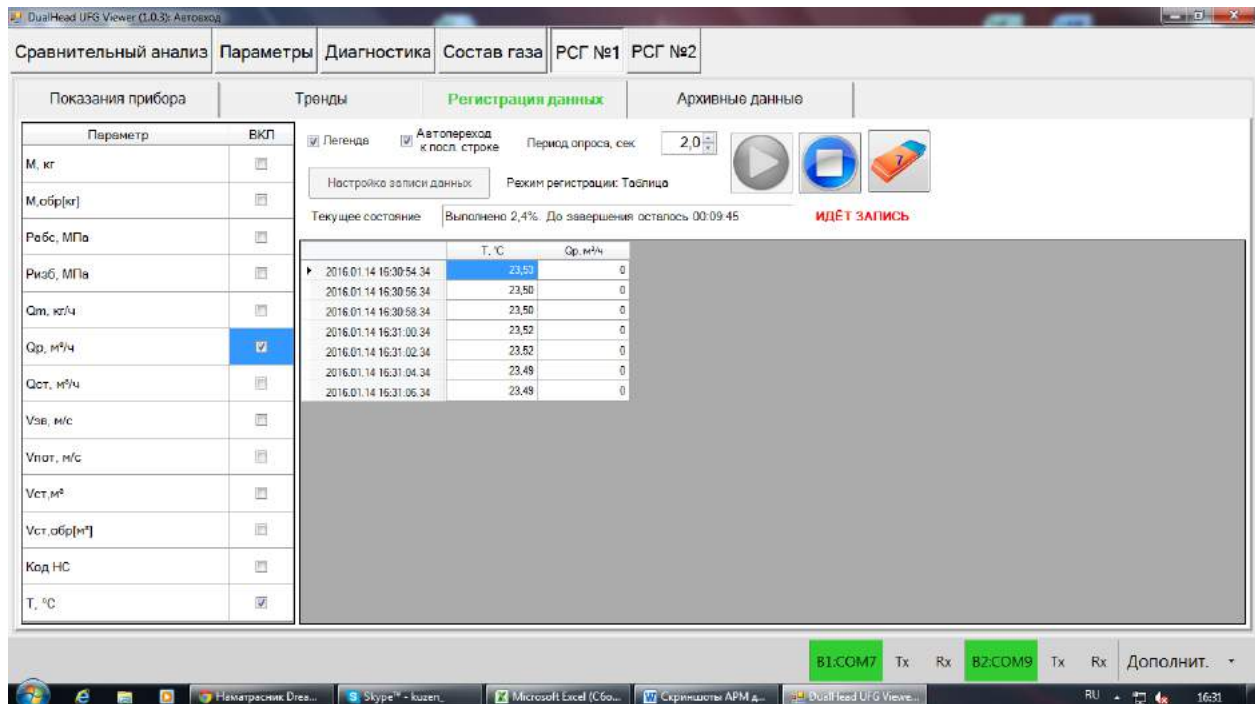

Рисунок 2.37
- регистрация данных (рисунок 2.37);